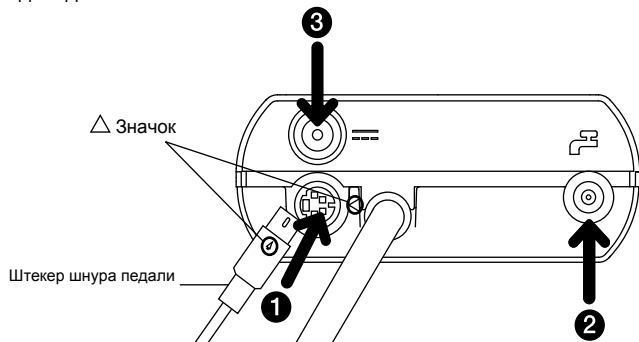

Рис.1
Вставьте все штекеры в нужные разъемы. (Рис.1)
- ❶ Вставьте штекер шнура педали так, чтобы значок на штекере Δ совпал с таким же значком на разьеме блока управления.
- ❷ Подсоедините шланг для воды (концом с фильтром для воды см. Рис.1) в разъем для воды на блоке управления.
- ❸ Подсоедините блок питания.